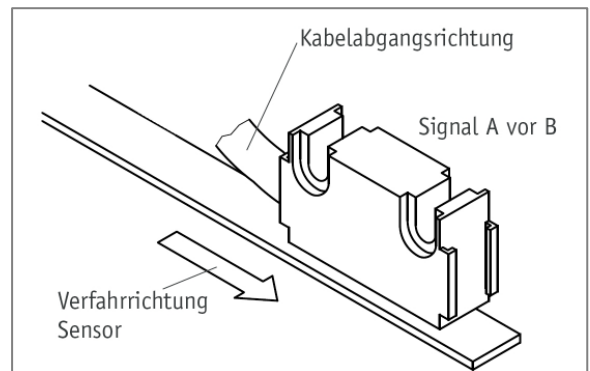

Abb. 6: Definition der Zählrichtung / Montage
- Achten Sie auf richtige Ausrichtung bezüglich der Zählrichtung (Abb. 6). Dies ist unerheblich, falls sich die Zählrichtung in der elektronischen Auswertung umkehren lässt.